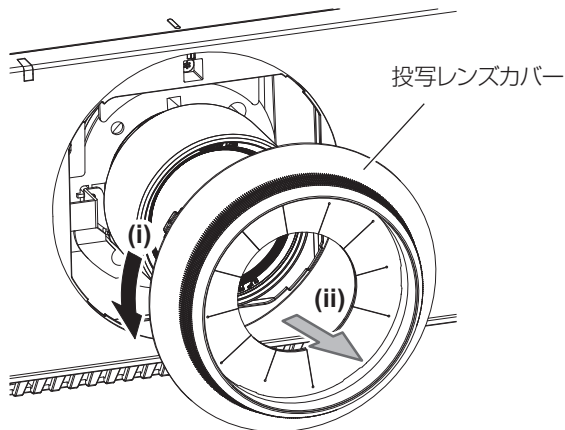

図1
- 1) 投写レンズカバーを反時計方向に回し、取り外す（図1）
- 1) 投写レンズカバーを取り外し、投写レンズのガイドを本体のガイド溝に合わせて奥まで差し込む（図 1）